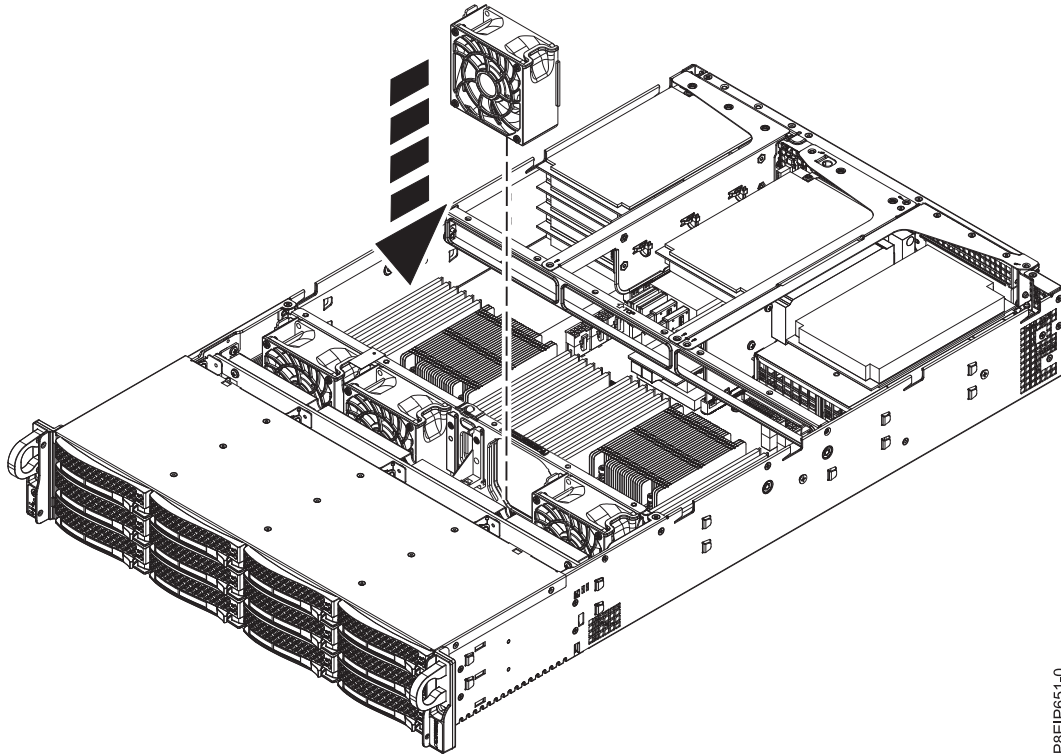

Figure 18. Remplacement du ventilateur
2. Abaissez le ventilateur dans le système et alignez-le avec les emplacements du support de ventilateur, comme indiqué dans la figure 18, à la page 21. Appuyez sur le ventilateur jusqu'à ce qu'il s'encastre.